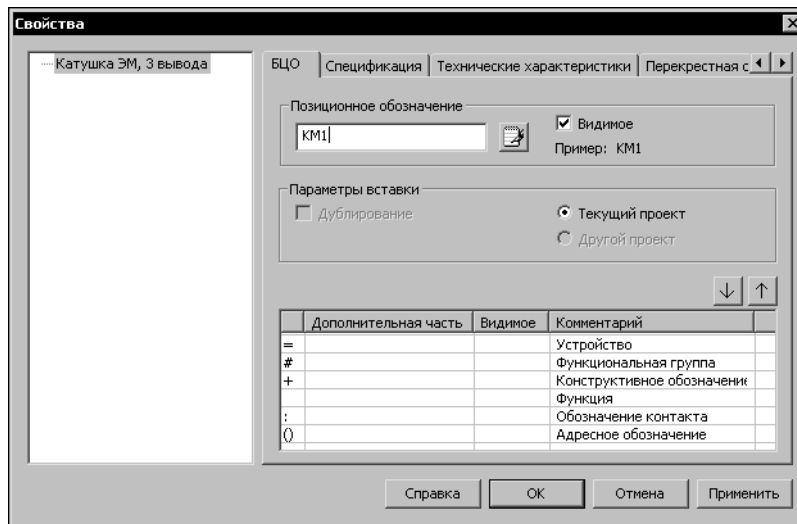

Рис. 18.2. Диалог свойств УГО
- Выберите из Библиотеки нужное УГО и зафиксируйте его на чертеже схемы. После этого на экране откроется диалог, в котором можно определить свойства УГО (рис. 18.2).
1. После ввода БЦО активизируйте в диалоге свойств УГО (рис. 18.2, табл. 18.2) вкладку **Спецификация**.